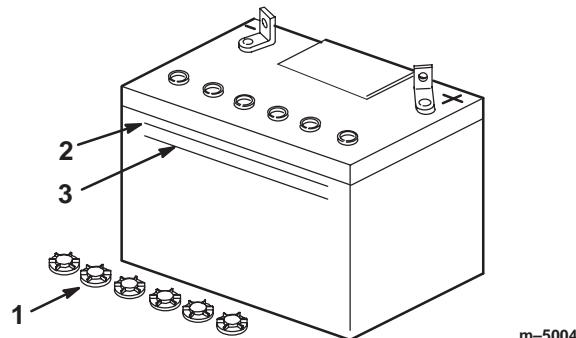

Figure 7
3. Enlevez les bouchons d'aération de la batterie (Fig. 7).
4. Versez lentement de l'électrolyte dans chaque élément jusqu'au trait **supérieur** (Fig. 7) sur le côté de la batterie.
- Attendez cinq à dix minutes après avoir rempli les éléments. Ajoutez de l'électrolyte au besoin, pour amener le niveau au repère **supérieur** (Fig. 7) sur le côté de la batterie.